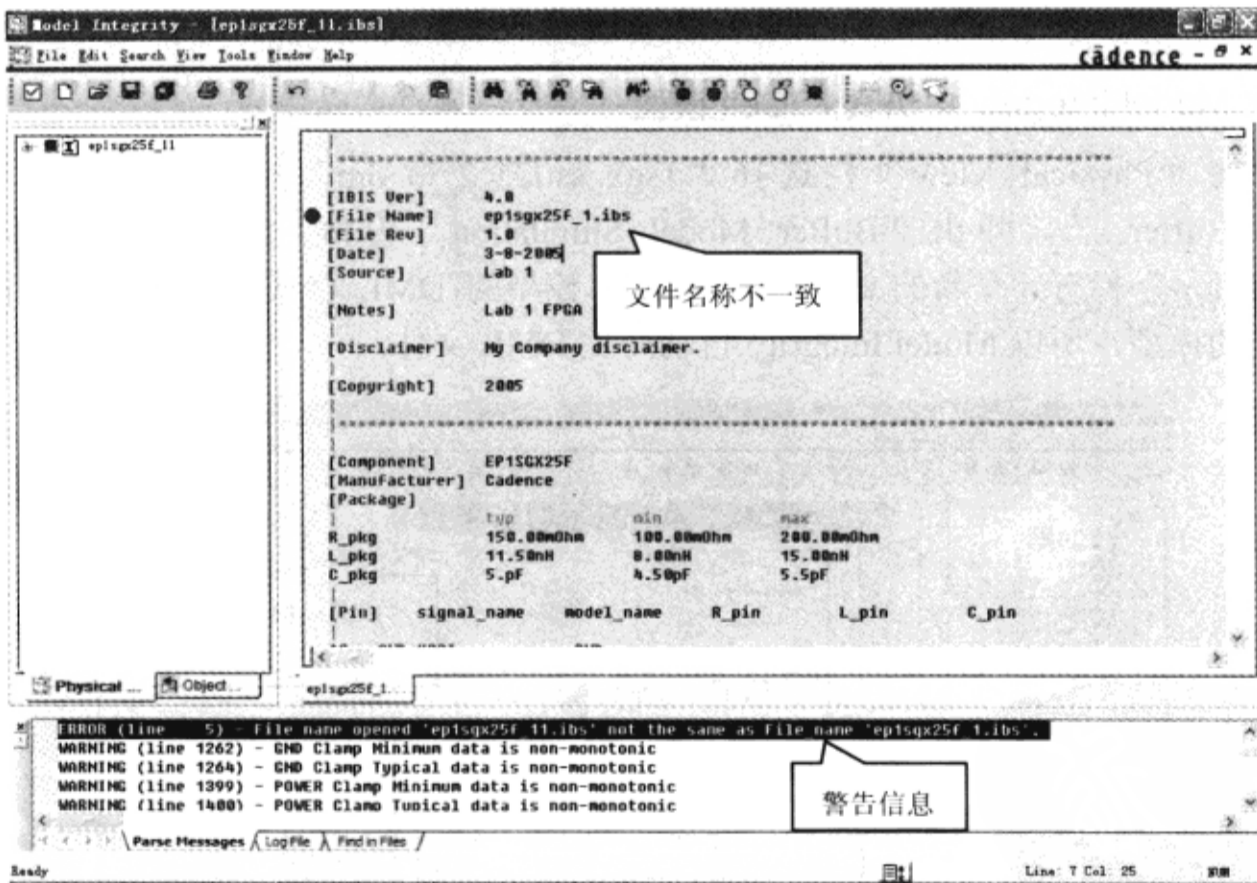

图 2-4-11 文件名错误标志
(15) 在“Physical View”栏双击“ep1sgx25f\_11”→在编辑窗口会弹出错误标志→双击编辑窗口的错误标志，在输出窗口会有提示信息，如图 2-4-11 所示。